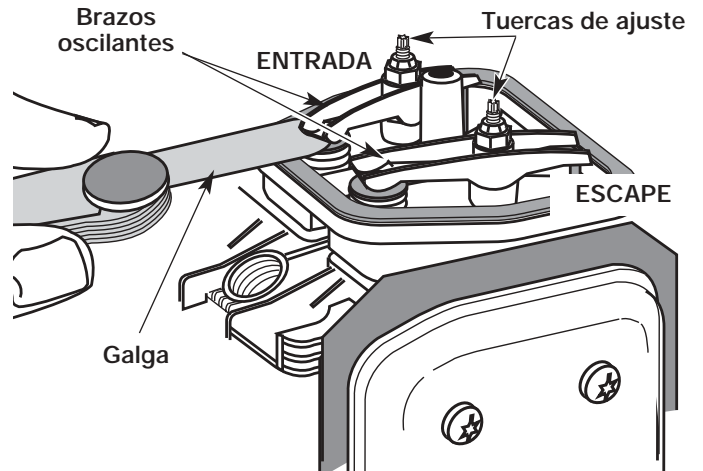

Fig. 27
8. Deslice la galga entre el brazo oscilante y el resorte de retorno de la válvula. Mida el huelgo entre el vástago de la válvula y el brazo oscilante (Fig. 27 & 28). Realice esto en las válvulas de entrada y de escape
Use una galga regular de automóvil de .005 y .015 pulgadas (0.127 y 0.381 mm). La galga debe deslizarse entre el brazo oscilante y el vástago de la válvula con una ligera cantidad de resistencia, sin doblarse (Fig. 27 & 28).